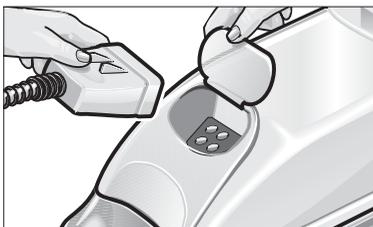

Abb. 1: Einstecken des Blocksteckers (C6)
- Stecken Sie den Blockstecker (C6) fest in die Gerätesteckdose (A1) oberhalb des Tragegriffs. Dabei müssen die beiden Nasen des Blocksteckers am Deckel der Gerätesteckdose (A1) einrasten (siehe Abb. 1).